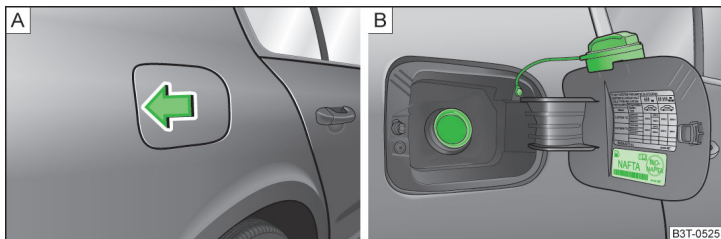

Fig. 162 Ouverture de la trappe de réservoir / fermeture de la trappe de réservoir
Le type de carburant prescrit pour votre véhicule est indiqué sur la face intérieure de la trappe du réservoir » fig. 162 à la page 194 - .
- Appuyez sur la trappe du réservoir dans le sens de la flèche » fig. 162 - A.
- Dévissez le bouchon du réservoir en le faisant tourner vers la gauche et fixez-le en haut de la trappe du réservoir » fig. 162 - B.